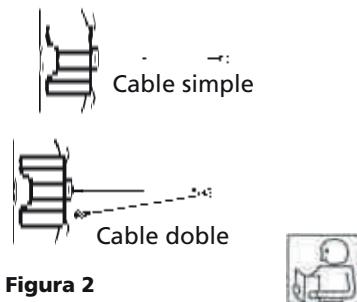

Figura 2
1. La máxima capacidad de carga de trabajo se encuentra en la capa de cable metálico más cercana al tambor. NO EXCEDA LA CARGA PERMISIBLE. NO INTENTE REALIZAR TIROS PROLONGADOS BAJO CARGAS PESADAS. La sobrecarga puede dañar el cabrestante y/o el cable metálico y así crear condiciones de operación riesgosas. PARA CARGAS QUE EXCEDAN EL 50% DE LA CAPACIDAD NOMINAL, RECOMENDAMOS EL USO DE UNA POLEA DIFERENCIAL OPCIONAL PARA FORMAR UN CABLE METÁLICO DOBLE (Figura 2). Esto reduce la carga en el cabrestante y el esfuerzo en el cable metálico en aproximadamente 50%. Sujete el gancho a la parte que lleva la carga. **El motor del vehículo debe estar encendido mientras el cabrestante está en funcionamiento.** Si se hace funcionar el cabrestante de manera considerable con el motor apagado, es posible que la batería no tenga la fuerza suficiente para volver a encender el motor.